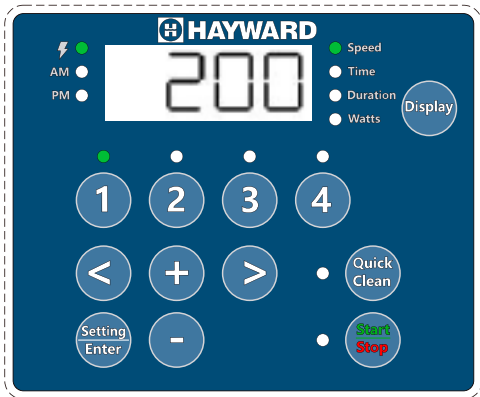

Abbildung 5
6. Mit einem Druck auf die 1-Taste sehen Sie an der Anzeige die Laufzeit des Programms Speed 1. Die LED des Parameters Duration beginnt zu blinken. Siehe Abbildung 5.
7. Stellen Sie an den Tasten + und - die Laufzeit des Programms Speed 1 ein. Mit den Tasten < und > gehen Sie von Stunden zu Minuten über (und umgekehrt). Hinweis: Bewegen Sie den Cursor zur Einstellung von Stunden und Minuten (HH:MM). Dabei blinkt die LED der jeweiligen Position. Hinweis: Falls die Laufzeit auf null (0) Stunden eingestellt ist, führt die Pumpe den Programmabschnitt des betreffenden Zeitraums nicht aus.